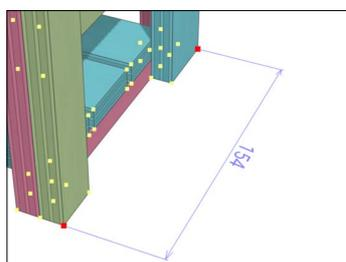
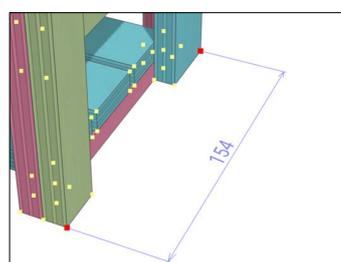

図 11-2 「線の外側」に設定した寸法値
図 11-3 「線の内側」に設定した寸法値
| ⑤ 「寸法値の位置」ラジオボタン | 寸法値 (距離を表す数字) を寸法線の外側に表示 (図 11-2) するか、内側に表示 (図 11-3) するかを選択します。 |